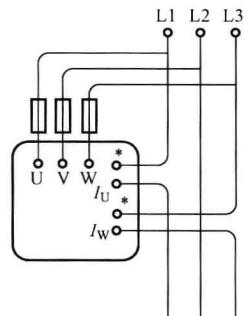

图 1-20 三相电功率表接线图
1) 三相电功率表用于测量三相电的功率，接法如图 1-20 所示。